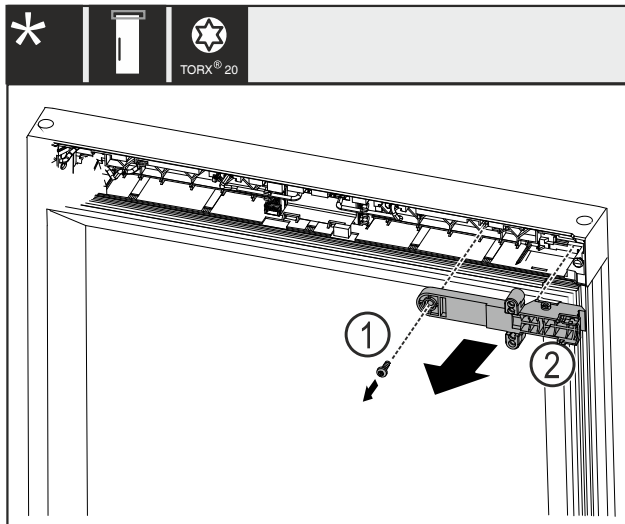

Fig. 12
- Rimuovere la vite Fig. 12 (1).
- Rimuovere il componente di tenuta della serratura Fig. 12 (2).